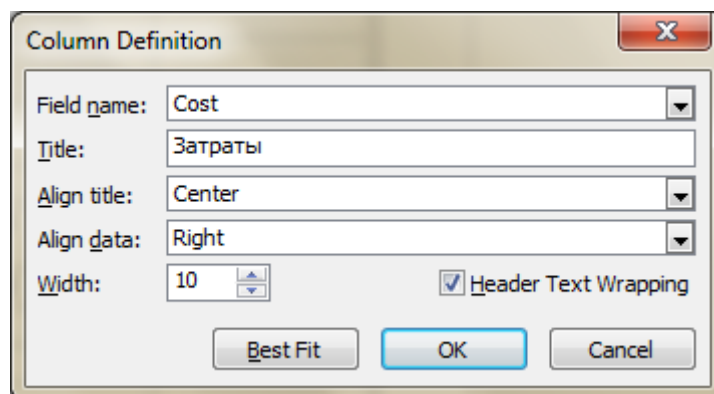

Рисунок 17 – Вставка колонки «Затраты»
1) вначале необходимо вставить колонку. Для этого надо установить курсор, на любую колонку и правой кнопкой мышки вызвать контекстное меню и выбрать команду «Вставить колонку»(Insert Column...) задав ей имя «Затраты» и выбрав в строке операцию **Cost** (рис. 17).